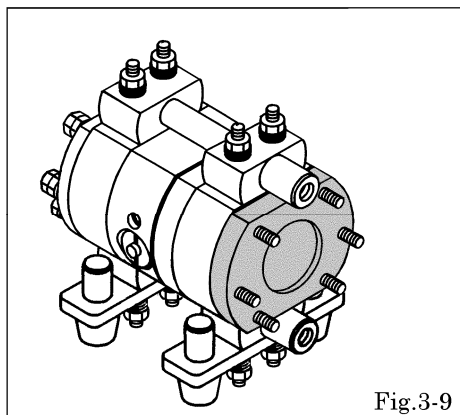

Fig.3-9
- ・ ラバーサスの刻印側が、アウトチャンバー側になるように図の方向でタイロッドに差し込み、仮置きする。 [Fig.3-9]